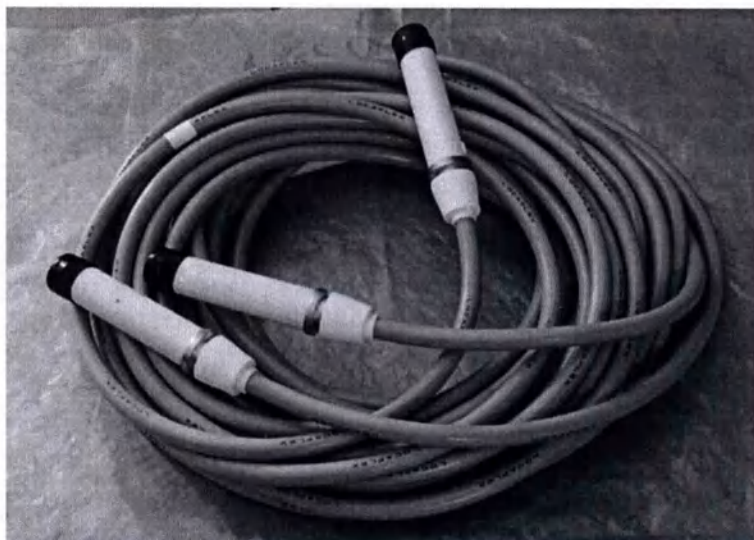

Рисунок 2.3 – Кабель высоковольтный (вариант внешнего вида)
3. Кабель высоковольтный с комплектом монтажных частей (Рисунок 2.3).